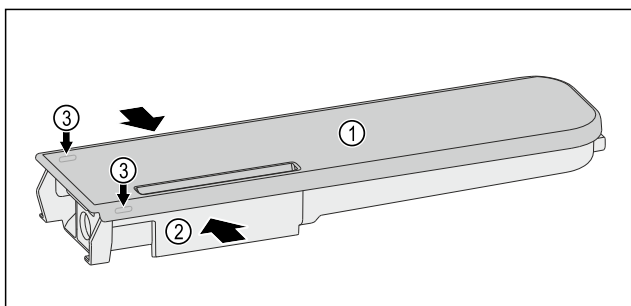

Fig. 173
- ▶ Presionar el depósito de agua Fig. 173 (2) y hacer palanca con cuidado en la tapa Fig. 173 (1) sobre los pestillos Fig. 173 (3) y tirar de ella hacia arriba.
- ▶ Mover suavemente la tapa Fig. 173 (1) hacia delante y hacia atrás y retirarla hacia arriba.